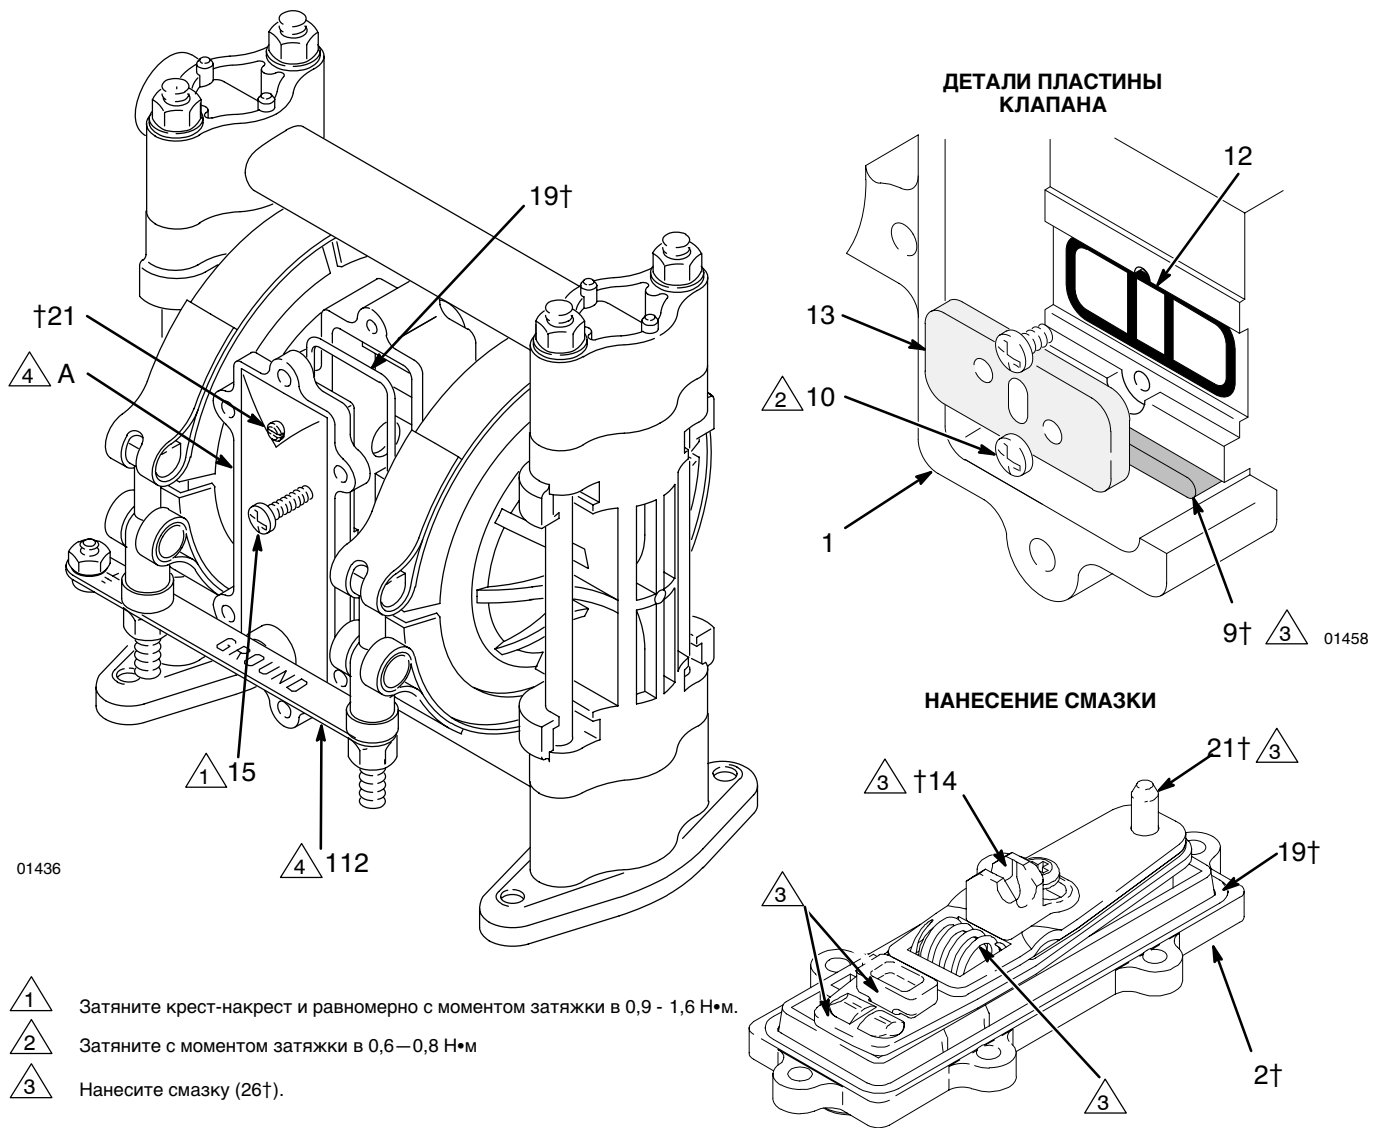

Рис. 8
2. Выкрутите шесть крепежных винтов (15) и снимите воздушный клапан (A) с насоса. Смотрите Рис. 8.
3. Смотрите Детали пластины клапана на Рис. 8. Выкрутите два винта (10), удерживающие пластину клапана (13) на насосе. Используйте съёмник для уплотнительного кольца для извлечения пластины клапана, уплотнения (12) и подшипника (9).
4. Нанесите смазку (26†) на подшипник (9†). Вставьте подшипник и уплотнение (12) в корпус насоса (1). Установите пластину клапана (13) и закрепите двумя винтами (10†), как показано на рисунке. Затяните винты с моментом затяжки в 0,6 - 0,8 Н•м.
6. Нанесите смазку (26†) в местах, показанных на Рис. 8.
7. Совместите новый узел воздушного клапана таким образом, чтобы возвратная ось (21†) находилась сверху. Установите клапан на насосе и убедитесь, что седло клапана (14†) входит в углубленную часть на оси диафрагмы (23). Установите шесть винтов (15) и затяните крест-накрест и равномерно с моментом затяжки в 0,9 - 1,6 Н•м.
6. Снова установите воздушный клапан с помощью шести крепежных винтов (15). См. Рис. 8.